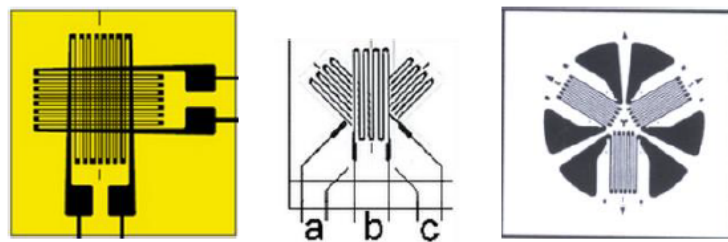

Abb. 7.115: Skizze verschiedener Rosetten-Typen
Abb. 7.115 zeigt verschiedene Rosetten-Typen links: 90° (T), Mitte: 45°, rechts: 120° Rosette.